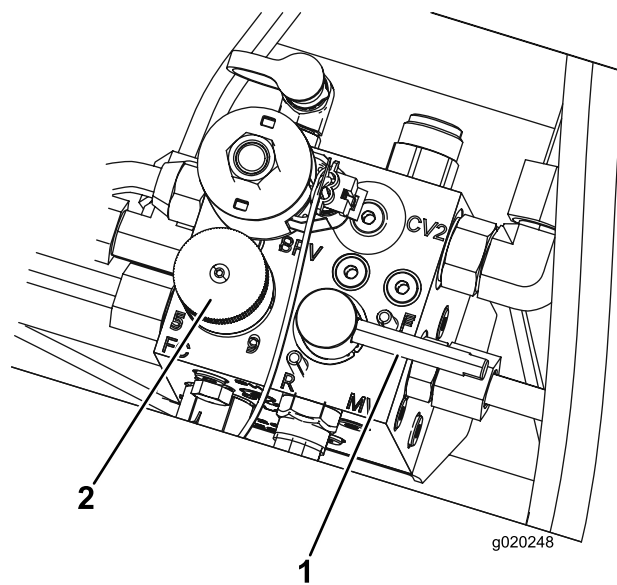

Figura 99
- Defina o controlo da velocidade dos cilindros para a posição 1 (Figura 99).
- Mova a alavanca de retificação para a posição R (Figura 99).